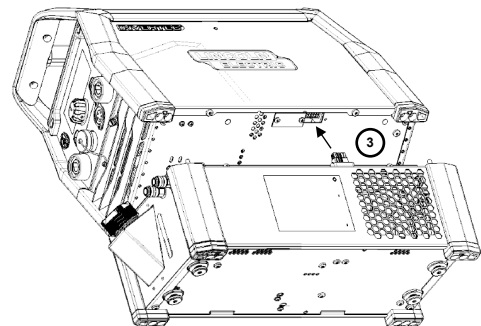

Figure 2
3. Placez la source d'alimentation sur le refroidisseur et inclinez-la légèrement pour connecter la prise du refroidisseur à la source d'alimentation (Figure 2).